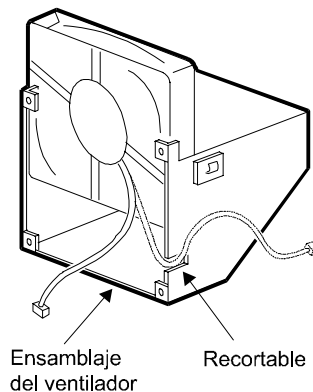

Figura C-3. Sustitución del ventilador y del cable del ventilador
11. Deslice el nuevo ventilador en el conjunto de ventilador. Coloque el ventilador con su cable a continuación del disyuntor. Consulte la Figura C-3. La etiqueta debe estar de cara al panel trasero.